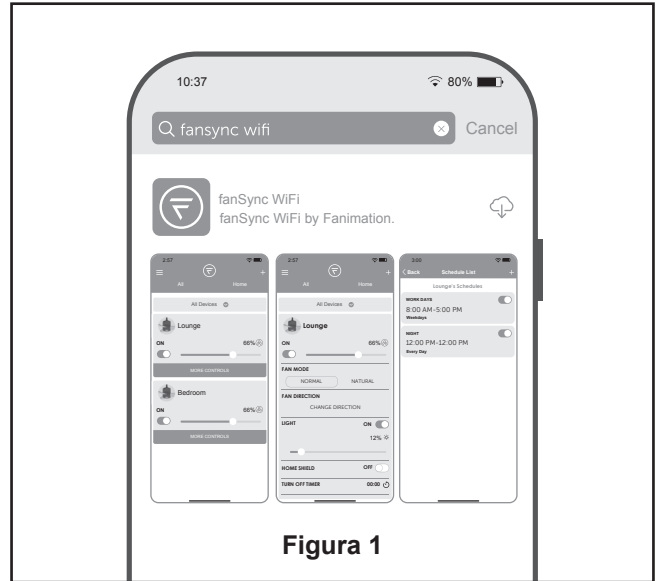

Figura 1
1. Instale la cubierta rotando la ranura clave en la cubierta sobre el tornillo de hombro del soporte del gancho, teniendo cuidado de no pillar los cables. Fije el tornillo de hombro. Instale adecuadamente y fije el segundo tornillo de hombro que fue anteriormente guardado. (Figura 1)
1. Asegure las tres palas usando los tornillos de 1/4"-20 en la placa de las palas a través de los orificios ubicados en la parte inferior del motor. (Figura 1)
- 1. **IMPORTANTE:** El uso de un regulador de la intensidad completa (no incluido) para controlar la velocidad del ventilador dañará el dispositivo. Para reducir el riesgo de incendio o descarga eléctrica, no utilice dicho regulador para controlar la velocidad del ventilador. (Figura 1)
1. Instalación de la placa de la pared: (Figura 1)
1. Visite el App Store de Apple o el Play Store de Google para descargarse la App gratuita fanSync WiFi. (Figura 1)